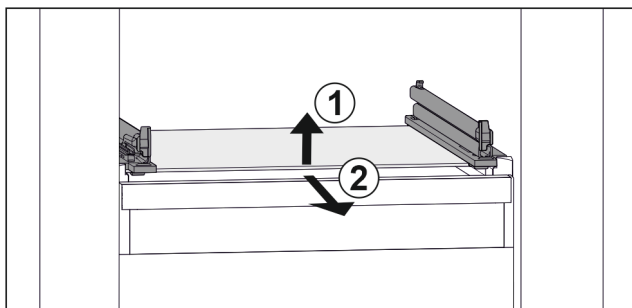

Fig. 153 Příklad znázornění skleněné desky
- Nadzvedněte skleněnou desku vpředu. Fig. 153 (1)
- Vyjměte skleněnou desku dopředu. Fig. 153 (2)